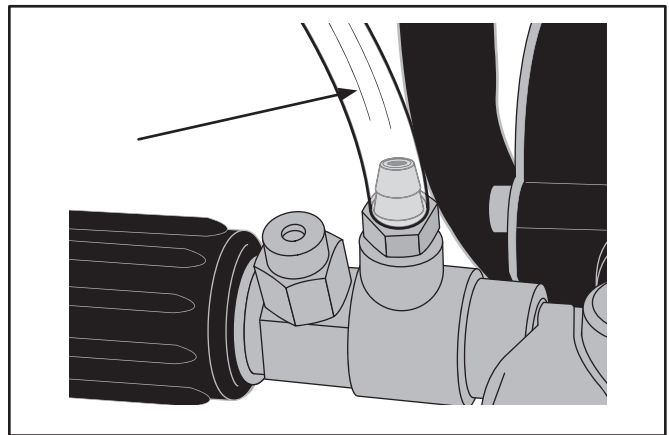

Figure 4-4
1. Poussez le boyau de produit chimique dans le raccord cannelé, près du point de connexion du boyau à haute pression de la pompe, tel qu'illustré. Voir Figure 4-4.